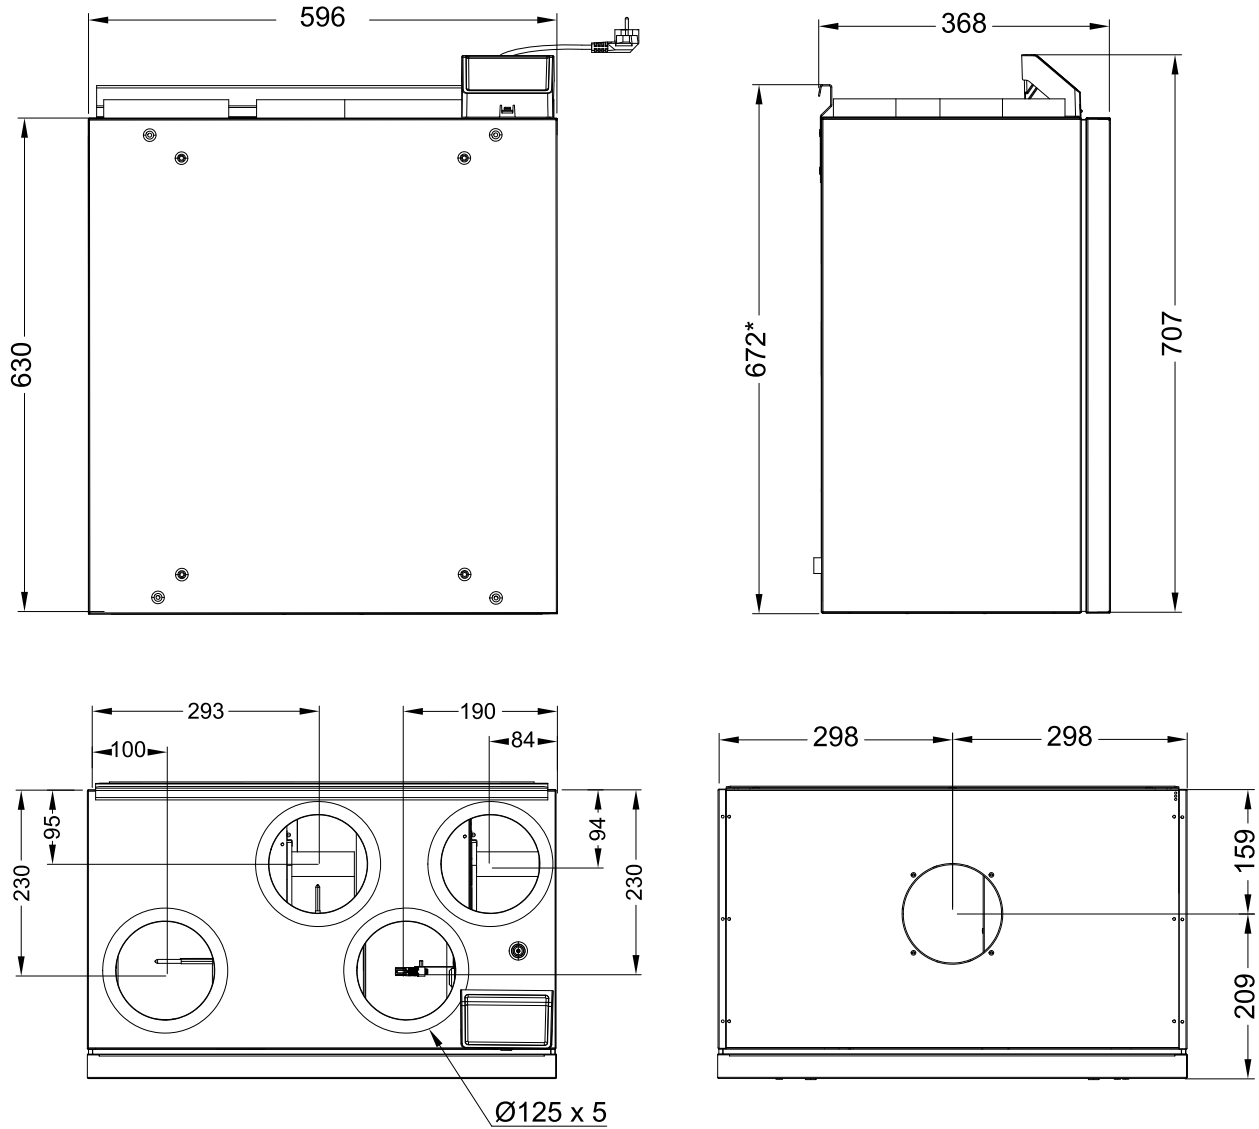

Bild 1 Abmessungen des linksseitigen Geräts
Es gibt zwei Modelloptionen, ein rechtsseitiges (R) und ein linksseitiges (L) Modell (Abbildung 1). Die unterschiedlichen Modelle werden anhand der Zuluftöffnung erkannt, die sich bei einem (L)-Gerät auf der linken Seite des Geräts und bei einem (R)-Gerät auf der rechten Seite befindet. Beide Modelle verfügen über ein installiertes Nachheizregister mit 500 W oder 1000 W.